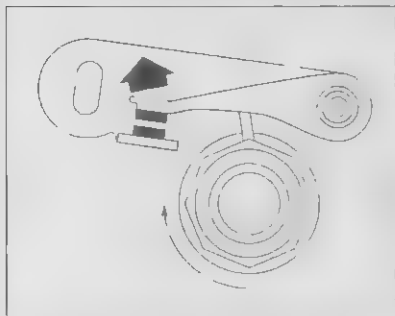

Рис. 12.35. При прохождении уплотнения муляжка валика распределителя подвешенка муляжка прерывателя нажимает на контакты, тем самым сдвигая их
1. Для получения этого положения кулачка прокрутите двигатель стартером до тех пор, пока не получится необходимое положение (рис. 12.35 и 12.36)¹